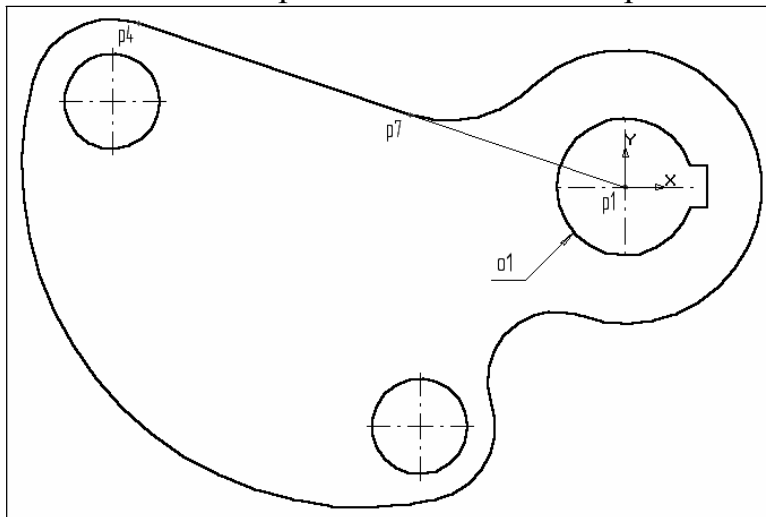

Рис. 3.25.
28. Відобразіть документ повністю клацанням на кнопці *Показати все*  на панелі керування, рис. 3.25.